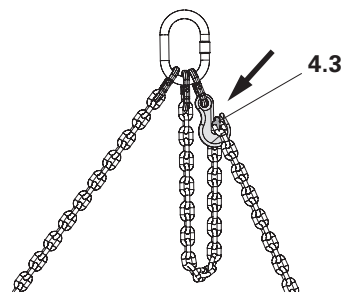

Fig. 14
3. Prendere il rispettivo anello (4.3) e inserirlo nel gancio accorcia catena (4.2). (Fig. 14)